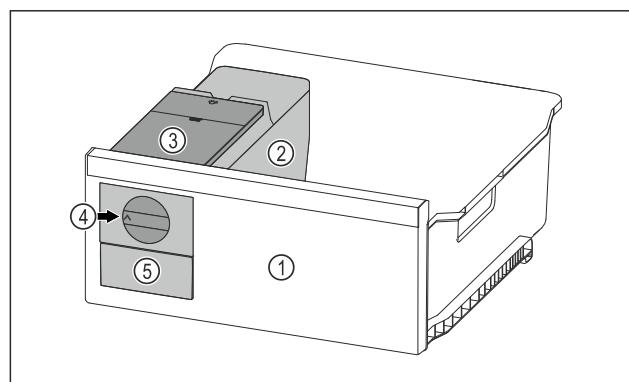

Fig. 74 Reprezentare exemplificatoare
- Rotiți butonul rotativ *Fig. 74 (4)* în sens orar până la opritor.
- Cuburi de gheață cad din tava pentru cuburi de gheață în sertarul pentru cuburi de gheață *Fig. 74 (5)*.